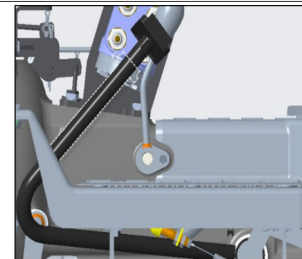

Fig.5.50
- Premere il pedale della frizione e misurare il gioco del pedale come mostrato in Fig. 5.50.
- Allentare la Forcella e il Controdado (1)